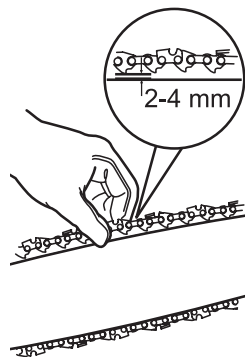

Fig. 10
4. Verifique a tensão da corrente utilizando uma mão para levantar a corrente (3) contra o peso do produto. A tensão correta da corrente é alcançada quando é possível elevá-la aproximadamente 2 - 4 mm acima da lâmina (4) no centro (Fig. 10).